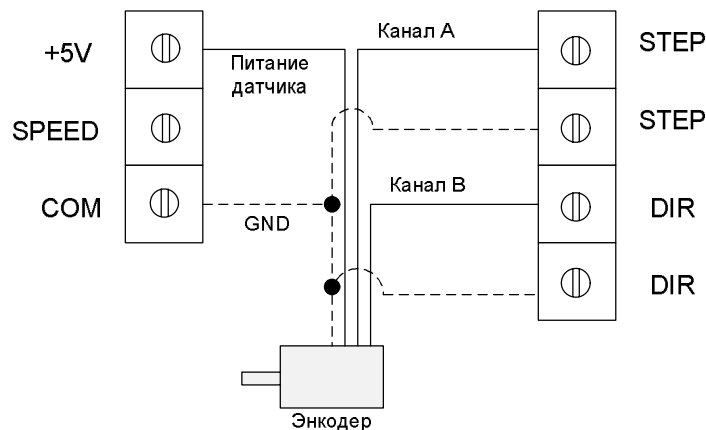
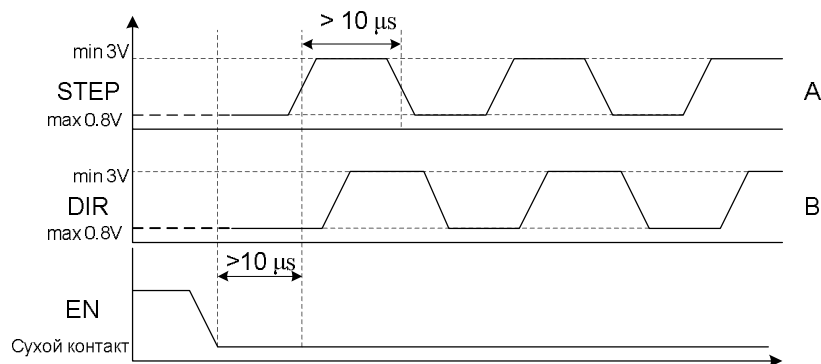

Рис.5. Пример схемы подключения энкодера к блоку SMSD-8.0 в режиме "Synchro"
Рис. 8. Осциллограмма управляющих сигналов для работы в режиме “Synchro”
В данном режиме необходимо подавать двухфазный квадратурный сигнал на входы STEP и DIR (10), в соответствии с осциллограммой, изображенной на рис.8. – две фазы А и В сдвинутые на 90°. Такой сигнал можно получить, например, используя энкодер или сельсин в качестве источника сигналов. Пример схемы подключения приведен на рис.5.